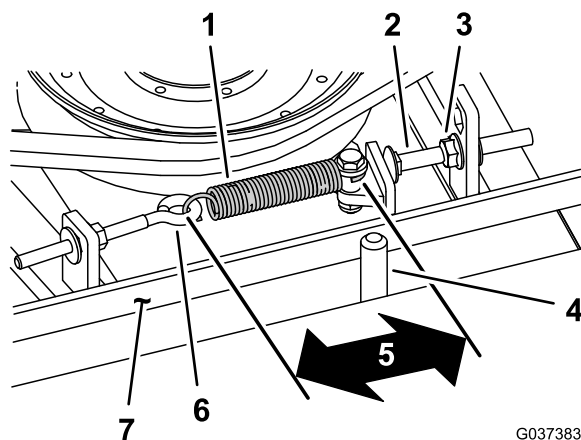

Figure 76
Lorsque le ressort d'extension est correctement tendu, l'intérieur doit mesurer (d'un crochet à l'autre) entre 8,3 et 9,5 cm (3¼ à 3¾ po). Lorsque le ressort est correctement tendu, ajustez le boulon d'arrêt (boulon de carrosserie) jusqu'à obtention d'un jeu d'environ 2 à 5 mm (0,065 à 0,185 po) entre la tête du boulon et le bras de la poulie de tension (Figure 76).
Remarque: La courroie doit être placée du côté ressort du guide (Figure 76).
2. Desserrez le boulon à œil pour pouvoir enlever le ressort d'extension (Figure 76).
3. Desserrez l'écrou à embase qui fixe le boulon d'arrêt à la patte de montage, et écartez la poulie de tension de la courroie pour détendre cette dernière (Figure 76).
9. Raccrochez le ressort d'extension (Figure 76) au boulon à œil et tendez la courroie comme suit :